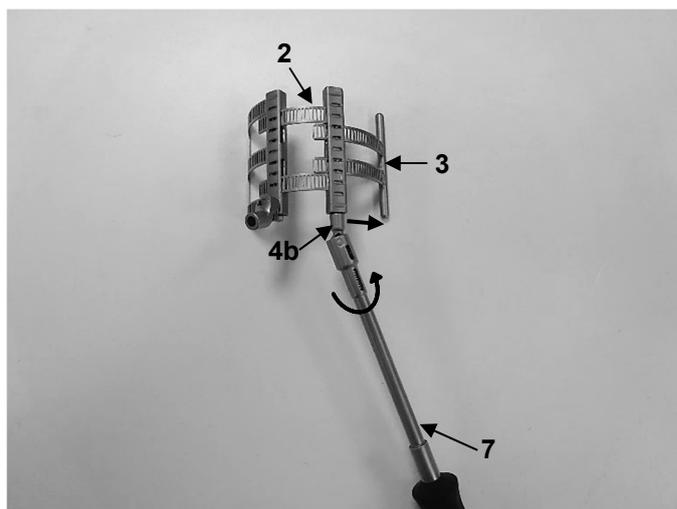

Fig. 16
1. Per prima cosa, rimuovere l'elemento secondario (3) dall'elemento primario (2) utilizzando il Kardan cacciavite LMT-4 (7). A tale scopo, ruotare in senso orario la vite a testa esagonale sul modulo a scatola dell'elemento primario (4b) con il Kardan cacciavite LMT-4 (7) fino a rimuoverla (Fig. 16).